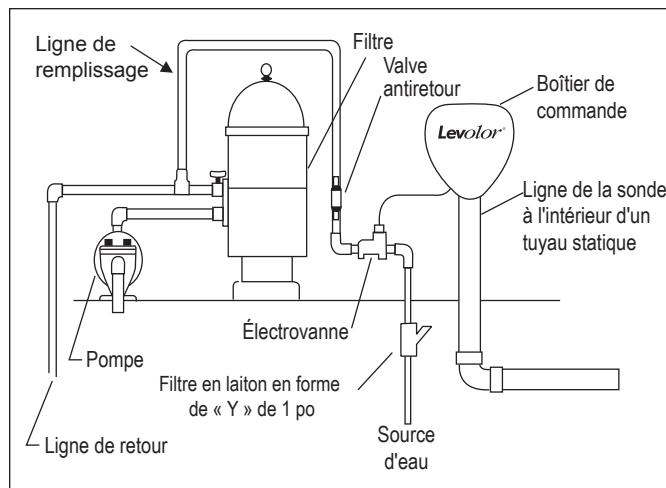

Figure 2. Installation LX2
1. Fixez le boîtier de commande dans le tuyau statique où la sonde est installée. Voir la Figure 2.